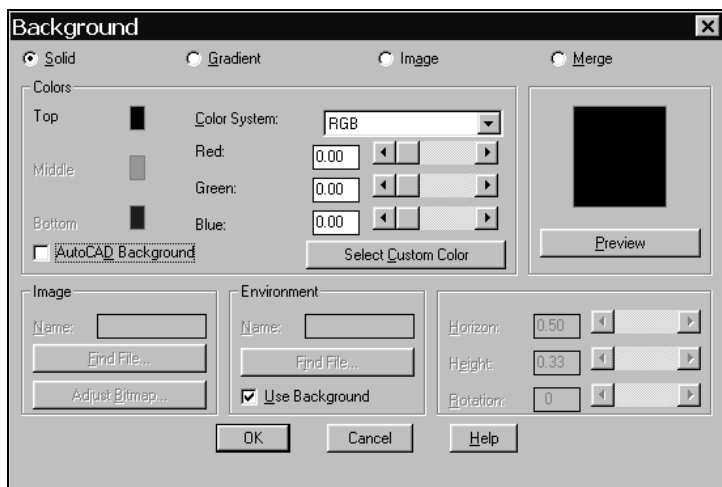

Рис. 10.27. Диалоговое окно **Background**
3. В диалоговом окне **Background** (Фон) (рис. 10.27) выбрать один из четырех типов фона (одно из четырех положений переключателя в верхней части окна):